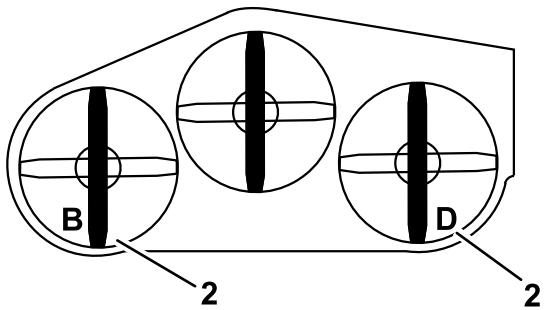

Figure 83
2. Mesurez et notez la distance au point **B** entre la surface plane et le tranchant de la pointe de la lame gauche (Figure 83).
3. Mesurez et notez la distance au point **D** entre la surface plane et le tranchant de la pointe de la lame droite (Figure 83).
Remarque: La mesure au point **B** doit être égale à 3 mm (1/8 po) près à la mesure au point **D** Figure 83. Si ce n'est pas le cas, passez aux opérations suivantes.